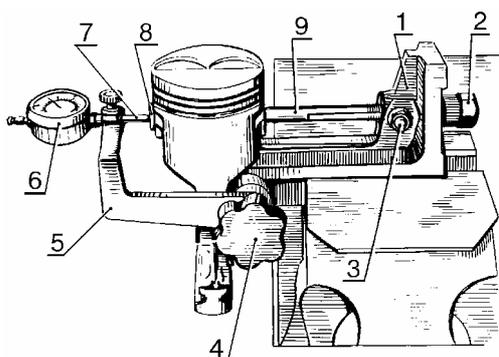

Рис.45.
- закрепить в тисках основание 1, рис.45, приспособления. Ослабить рукояткой 4 крепление кронштейна 5 и опустить кронштейн с индикатором 6 вниз;